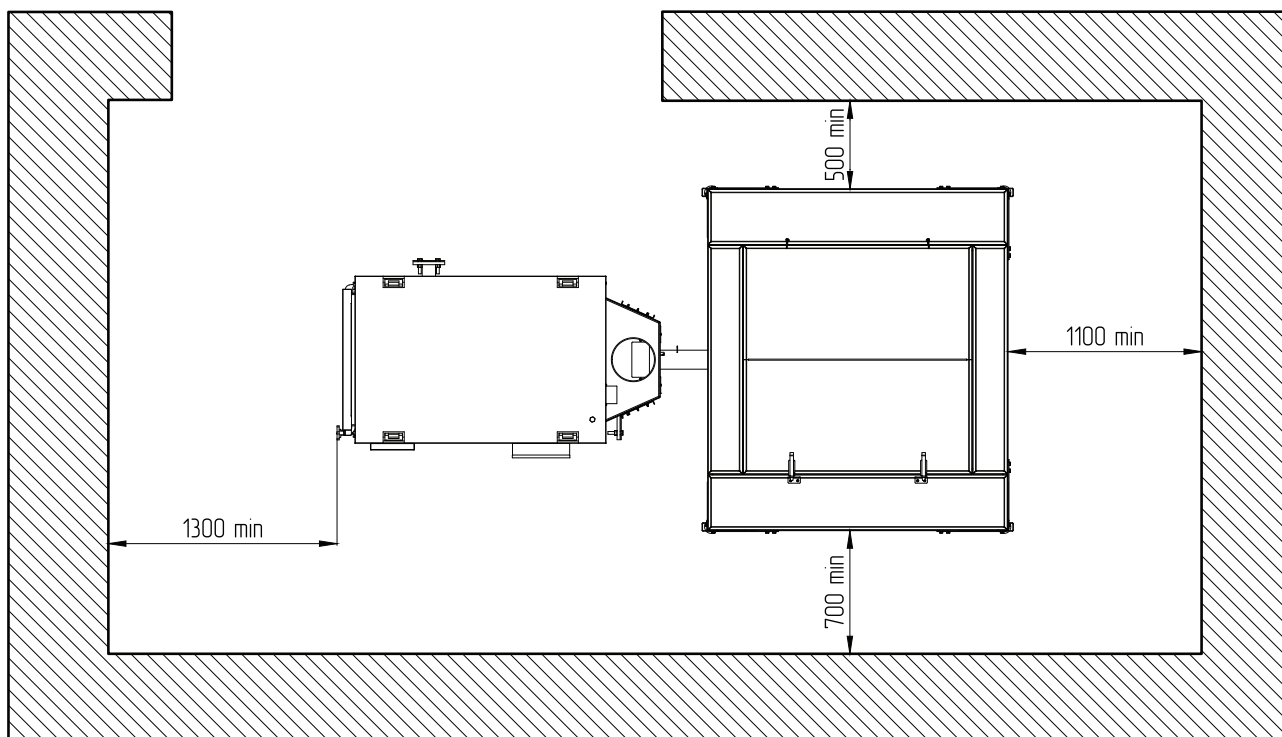
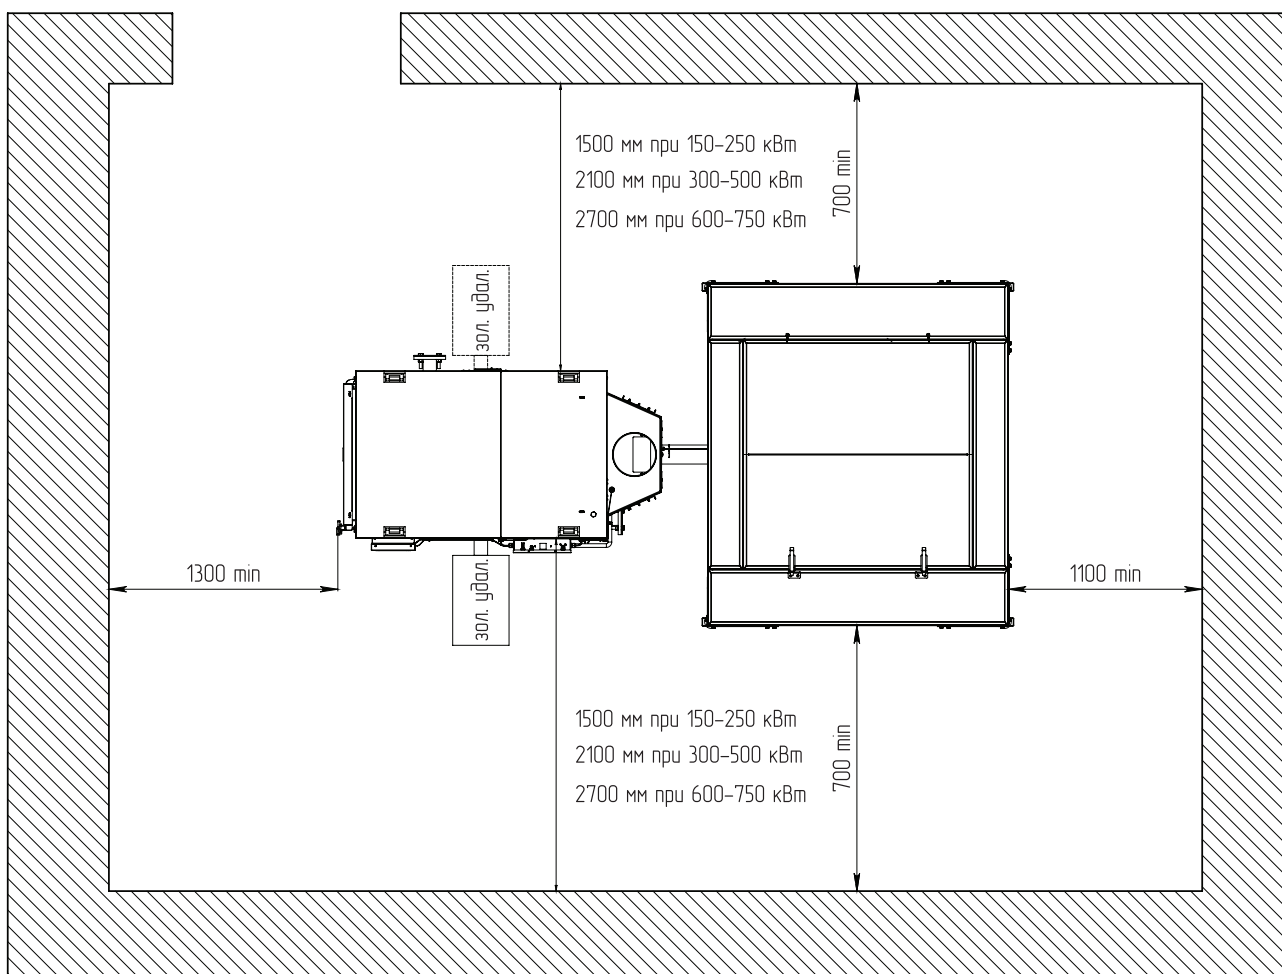

Рис.9 Расположение котла в помещении котельной (без учёта комплекта золоудаления)
Рис.10 Расположение котла в помещении котельной (с учётом комплекта золоудаления)
- Расположение котла в помещении с учетом необходимого для обслуживания пространства показано на **Рис.10** (только для исполнения «Стационарный»);
При использовании комплекта золоудаления манипуляционное пространство со стороны зольного ящика должно быть не менее 1500 мм при мощности котла 150-250 кВт, 2100 мм при мощности 300-500 кВт и 2700 мм при мощности 600-750 кВт (см. **Рис.9**);
- С боковых сторон необходимо оставлять пространство для доступа к задней части котла в соответствии с **Рис.9, Рис.10** (при использовании комплекта золоудаления).
Расположение котла в помещении с учетом необходимого для обслуживания пространства показано на **Рис.9, Рис.10**.